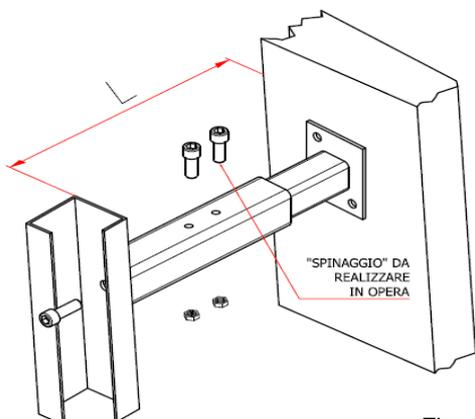

Fig. 11.3
- ✓ Per questa ipotesi di fissaggio della struttura riferirsi alle indicazioni nel riquadro per la distanza L MIN e MAX (Fig. 11.3)